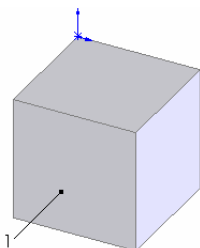

图 5-67 拉伸图形
③ 拉伸实体。选择菜单栏中的“插入”→“凸台/基体”→“拉伸”命令, 将上一步绘制的草图拉伸为“深度”为 60 的实体。结果如图 5-67 所示。
④ 设置基准面。用鼠标选择如图 5-67 所示中的表面 1, 然后单击“标准视图”工具栏中的“正视于”图标, 将该表面作为绘制图形的基准面。
⑤ 绘制草图。选择菜单栏中的“工具”→“草图绘制实体”→“矩形”命令, 在上